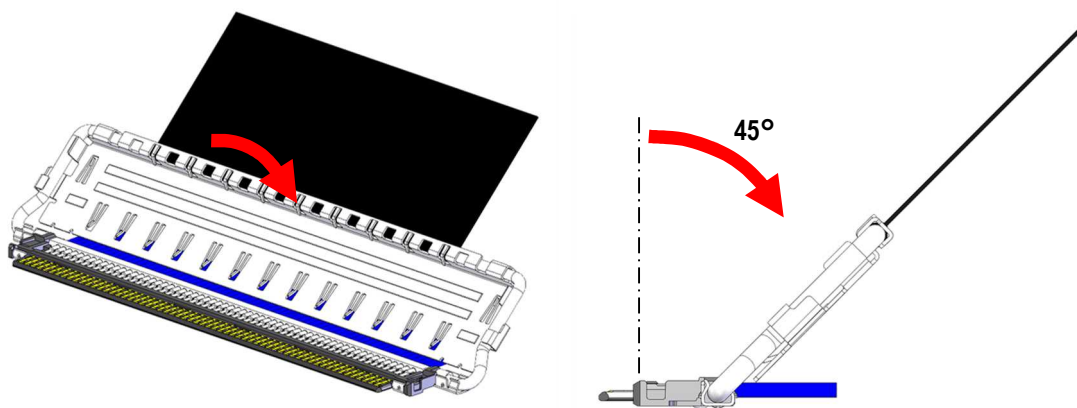

Fig.6 Tilt LOCK BAR ASS'Y
① Fig.6 の様に LOCK BAR ASS'Y をケーブル側に 45°傾ける。